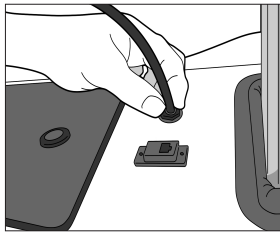

Abb. 14
3. Die Aufbewahrungsvorrichtung an derselben relativen Stelle wie abgebildet an der Trolley-Säule platzieren (Abb. 14). Sicherstellen, dass die Platzierung die Bewegung des Trolleys nicht behindert.